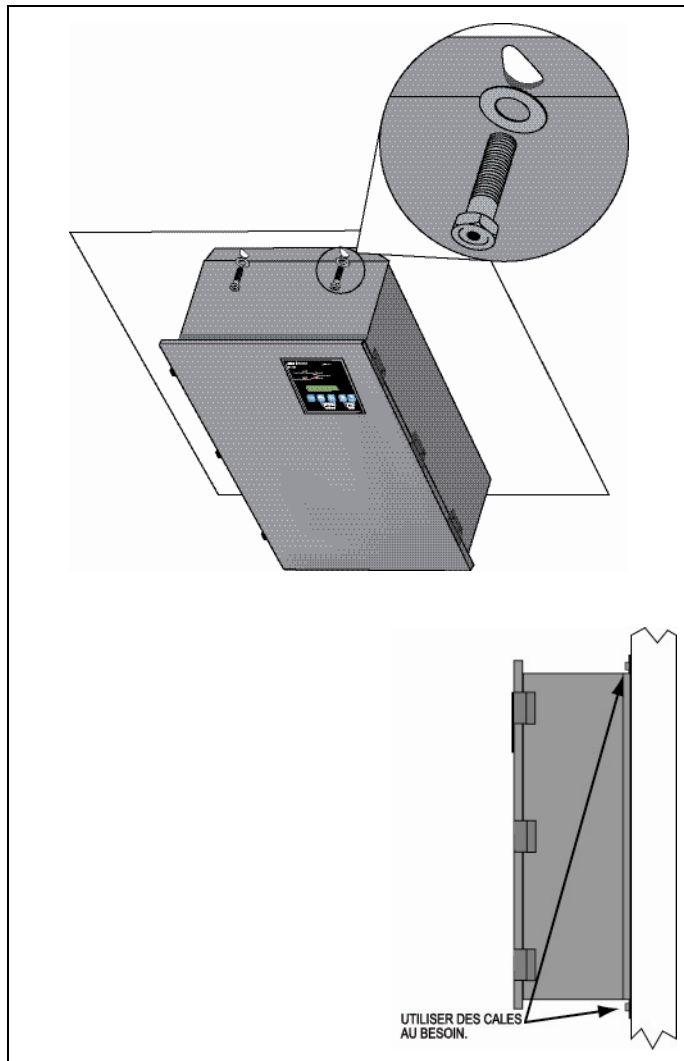

Figure 15 - Détails de montage
Étape 1 : Monter le commutateur automatique sur une surface plane rigide (Figure 15). Au besoin, utiliser des cales.